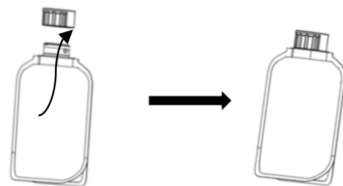

Рис. 21
4. Чтобы сохранить остатки краски в пакете для последующего использования (сроки хранения краски уточняйте у производителя краски), извлеките пакет, сожмите его, чтобы удалить воздух и закрутите крышку (рис. 21).